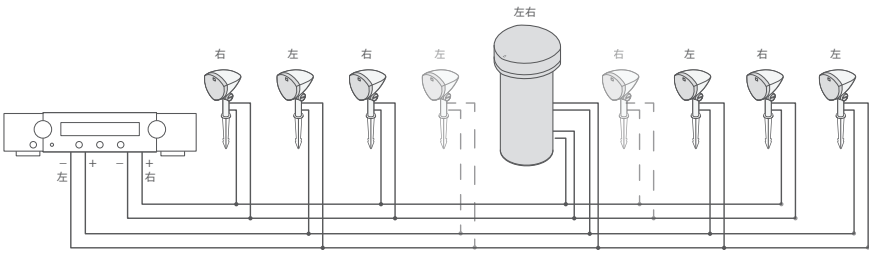

图 3
5. 按照下一页第 6 节“安装卫星扬声器”中的接线说明,将扬声器线穿过沟槽。我们建议为每个扬声器多留 14-16 英寸(约 35-40 厘米)的线缆,这样当沟槽中的土覆盖线缆时,线缆就不会扭结或拉紧。图 3 显示的是使用立体声放大器的整个系统接线。请注意,对于稍大的应用场合,可以额外购买安装一对卫星扬声器。
1. 正确连接所有卫星扬声器和低音炮后，确保关闭放大器/接收器电源。将左/右扬声器线连接到放大器/接收器上匹配的正极 (+) 和负极 (-) 端子 (参见图 3 中的放大器接线图)。